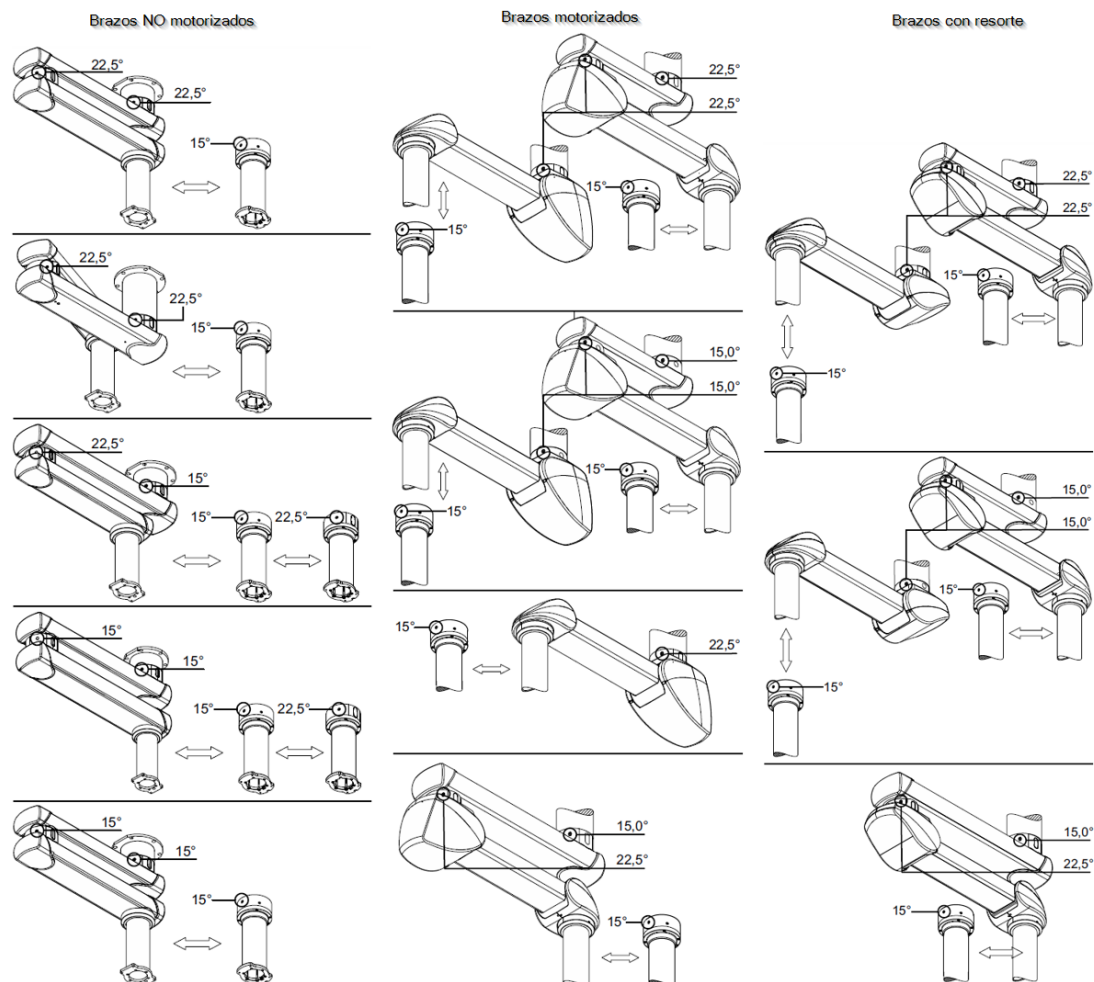

Fig.3 Ajuste de los topes giratorios
- Para las versiones con brazo doble y con rodamiento de fricción entre ambos se recomienda montar 2 topes de bola (3) (véase Fig.3). La representación detallada ilustra el cojinete intermedio (11) (sin anillo externo) y la posición del tornillo de tope (1) en los topes de bola (3).